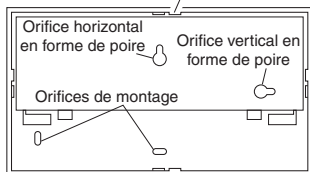

Figure 2 - Arrière du carillon
2. **Retirez le boîtier du carillon.** Au moyen d'un petit tournevis, repoussez les languettes du socle, puis enlevez le couvercle (voir la Figure 2). *Note* : Pour enlever le couvercle une fois le socle fixé au mur, agrippez fermement le couvercle, puis tirez.